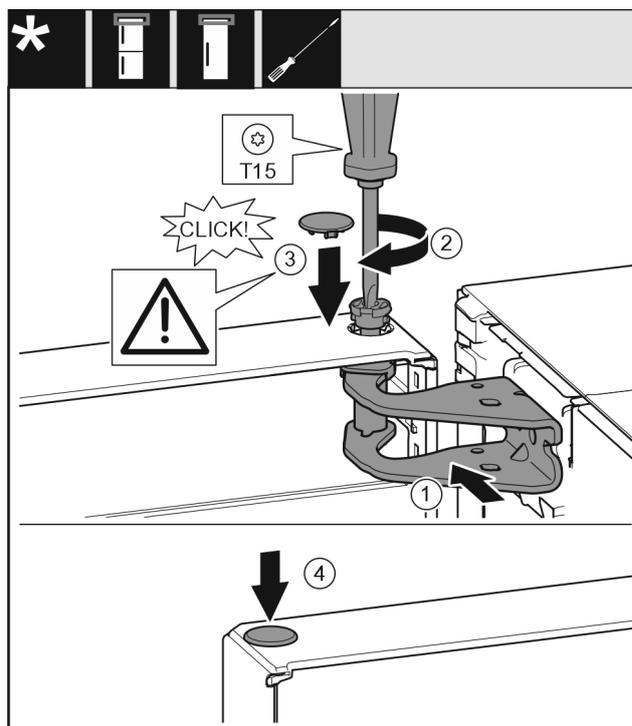

Fig. 22
- ▶ Aligner la porte en haut sur l'ouverture du support de palier Fig. 22 (1).
- ▶ Insérer l'axe Fig. 22 (2) et le serrer avec un tournevis.
- ▶ Installer le couvercle Fig. 22 (3).
- ▶ Vérifier que le couvercle Fig. 22 (3) repose bien sur la porte.
- ▶ Installer le couvercle Fig. 22 (4).